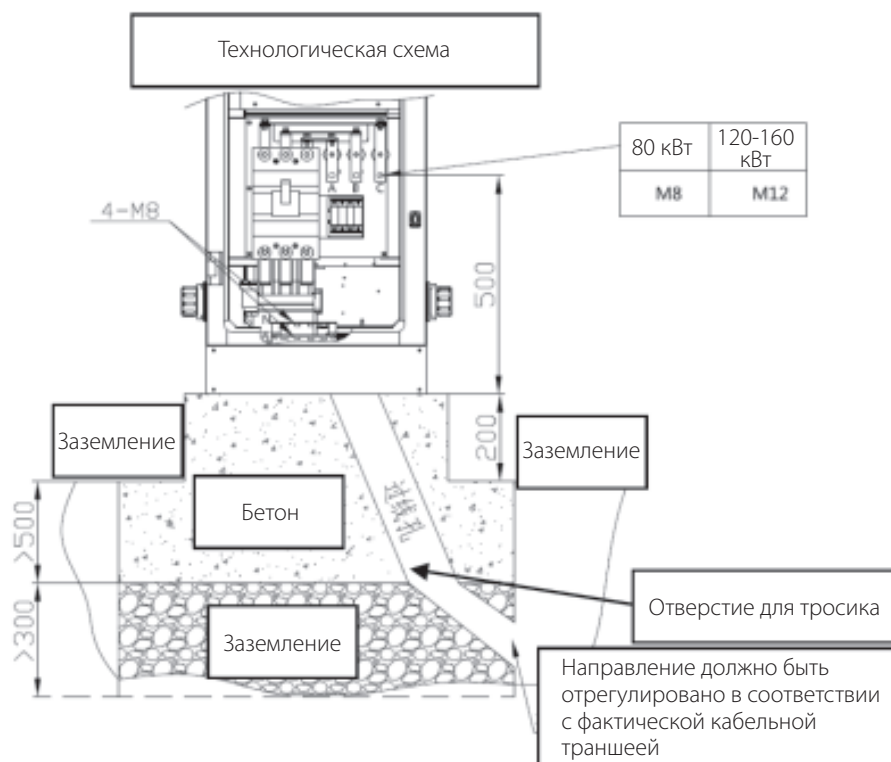
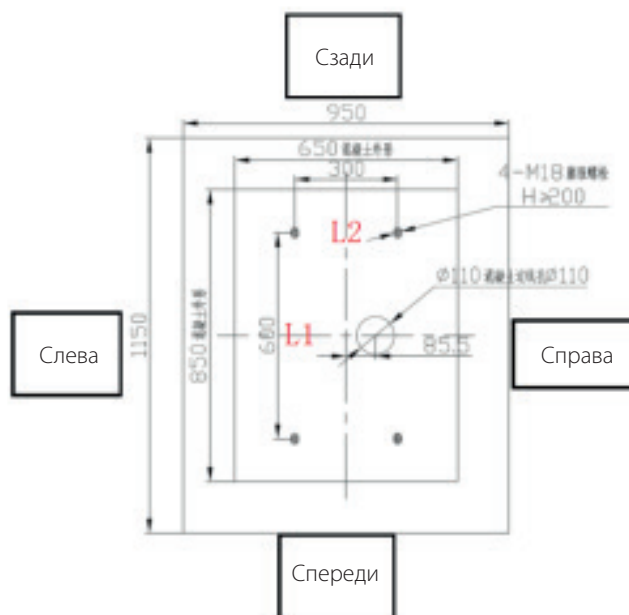

Рисунок 7.2.1 Строительный чертеж
Рисунок 7.2.2 Размеры бетонного основания
(1) Уличная зарядная станция должна быть установлена на цементной колонне, которая должна быть зарыта в грунт, чтобы обеспечить безопасную и стабильную работу, см. рис. 7.2.1
(2) Входная линия зарядной станции вводится снизу, необходимо обеспечить достаточное пространство внутри цементной колонны. Кабельный ввод снизу должен быть закрыт огнезащитным составом.
(3) Для фиксации зарядной станции на цементной колонне необходимо использовать четыре установочных винта. Размер винта следует определять в соответствии с монтажными требованиями и требованиями на площадке. Конкретные размеры представлены на рис. 7.2.2, на схеме 7.2.2 и в таблице 7.2.3.
(4) Во время установки необходимо соблюдать достаточное расстояние между зарядной станцией и стеной. Расстояние между задней дверцей зарядной станции и стеной во время установки должно быть не менее 700 мм, а расстояние между боковой поверхностью зарядной станции и стеной должно быть не менее 700 мм.
(5) Крыша должна устанавливаться вместе с уличной зарядной станцией.
(6) Вышеуказанный способ установки приведен для сведения. Соответствующие способы установки следует выбирать в зависимости от фактической ситуации на объекте. Подробные сведения см. в инструкции по строительству.
(7) Для входных линий рекомендуется использовать указанные кабели. Подробности см. на схеме 7.2.1: